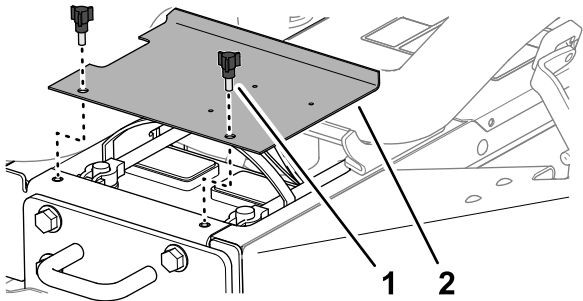

Figura 52
1. Liberte os trincos no lado esquerdo e lado direito do capot (Figura 52).